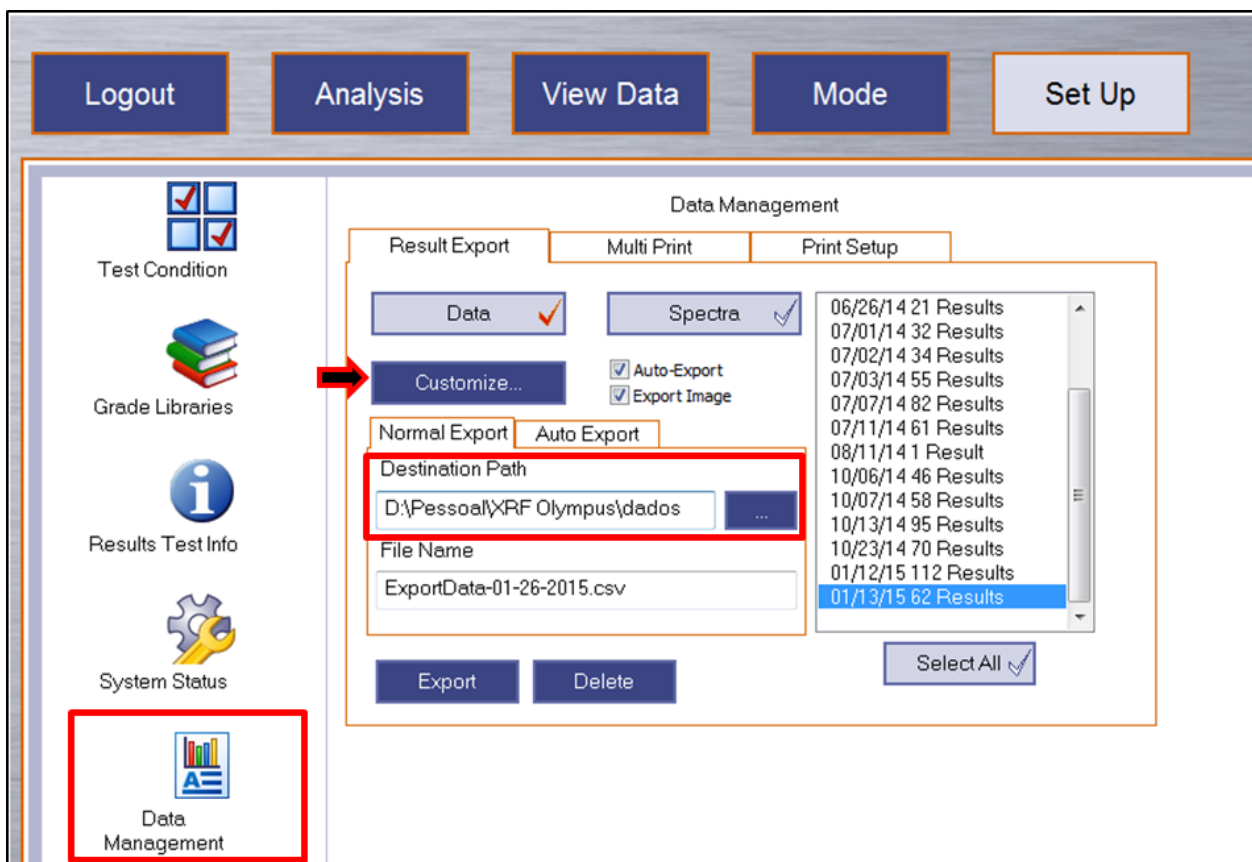
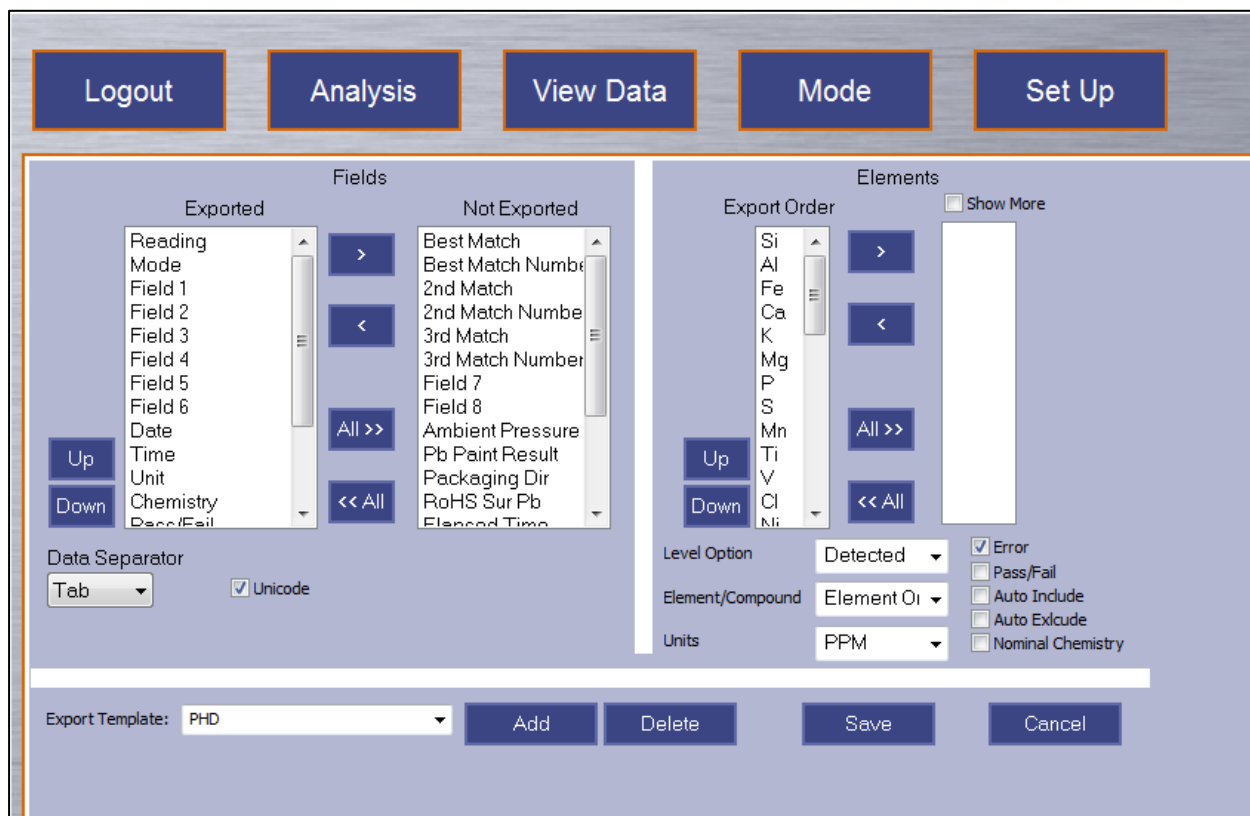

Figura 36 – Imagem mostrando a tela para configurar o local da exportação dos dados.
Figura 37 – Imagem mostrando a tela para configurar a planilhas de resultados a serem exportados.
A exportação dos dados também deve seguir um padrão. Para isso entre no item **Set Up** e click em **Data Management** (Figura 36). Siga os seguintes passos:
- O primeiro passo é organizar a planilha que será exportada. Para isso entre em *Customize* para abrir a tela com as opções de configuração (Figura 36). Selecione as colunas (Field/Test Label) que foram criadas no *Results Test Info* e organize sua ordem (Figura 37).
- Escolha os elementos de interesse, a unidade dos resultados (recomenda-se colocar em ppm), o Erro e salve o template com o nome do projeto ou do operador (ícone *Add*) (Figura 37).
- Em seguida escolha o local que serão salvos os dados, para isso entre em *Data Management* (Figura 36), selecione a aba *Normal Export* e insira na janela *Destination Path* o local/pasta que será salvo/exportado os dados (Figura 36). Os dados serão exportados pela data (dia) das análises, ou seja, todas as análises do dia estarão armazenadas no mesmo arquivo (Figura 36).